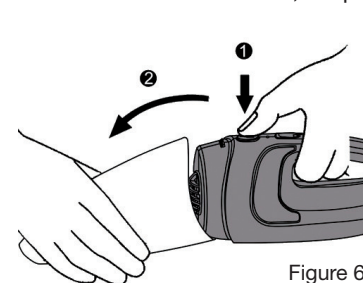

Figure 6
1. Appuyez sur le bouton d'ouverture du réservoir pour le séparer du bloc moteur (Fig. 6).